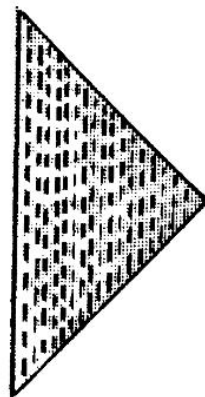

Рис. 330
3. Поместите треугольник из синтепона внутрь квадрата из ткани. Простегайте параллельно сгибу в несколько (8—10) рядов. Во время простегивания держите подплечник выпукло (рис. 330).